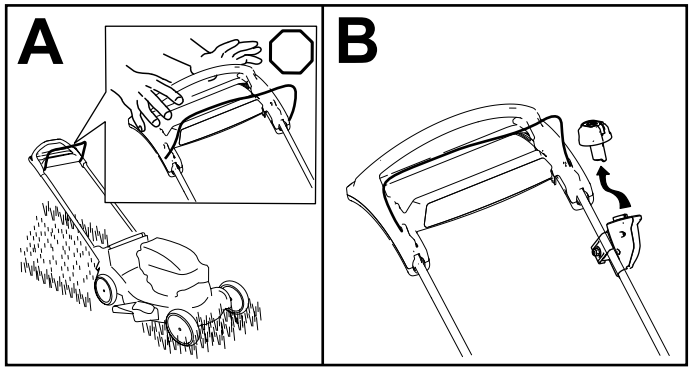

Figura 15
1. Suelte la barra de control de las cuchillas (Figura 15, A).
2. Retire el botón de arranque eléctrico del interruptor de arranque eléctrico (Figura 15, B).